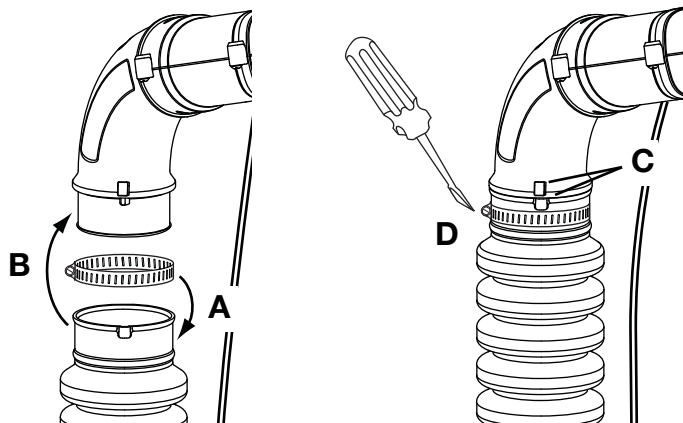

Fig. 1
1. Placer un collier de serrage à l'extrémité du tube flexible (Fig. 1, A).
2. Glisser l'extrémité du tube flexible avec le collier de serrage en place sur la sortie de la buse du logement de l'hélice (Fig. 1, B).
3. Aligner la bosse sur le tube flexible avec la bosse de la buse du moteur (Fig. 1, C).
4. Serrer la visse du collier de serrage pour fixer le tube flexible à buse de sortie de l'hélice (Fig. 1, D).
4. Serrer la visse du collier de serrage pour fixer le tube flexible au tube de soufflage supérieur (Fig. 1, D).